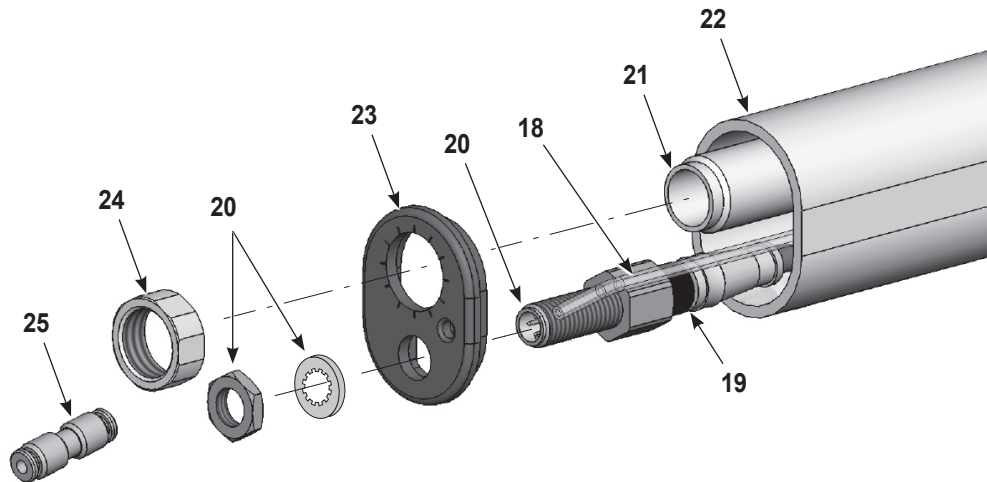

Abbildung 17 Zerlegung des Applikators für Rohrmontage (1 von 5)
2. Siehe Abbildung 17. Die Verschraubung (25) vom transparenten 4-mm-Luftschlauch (18) trennen.
3. Das Applikatorkabel (nicht abgebildet) von der Kabelbuchse (20) abnehmen.
4. Die Klemmrohmmutter (24) vom Klemmrohr (21) losschrauben.
5. Mutter und Sicherungsring aus der Kabelbuchse (20) entfernen. Mutter und Sicherungsring zur Wiederverwendung aufheben.
6. Die Abschlusskappe (23) vom Ende des Applikators abziehen.
9. Siehe Abbildung 17. Das Verlängerungskabel (19) an die Buchse (20) in der Abschlusskappe (23) anschließen.
11. Die Abschlusskappe am Montagerohr anbringen, dabei das Klemmrohr (21) und den transparenten 4-mm-Schlauch (18) durch die Abschlusskappe führen.
12. Die Kabelbuchse (20) mit Sicherungsring und Mutter an der Abschlusskappe befestigen.
13. Die Klemmrohmmutter (24) auf das Klemmrohr schrauben und sicher festziehen.
14. Die Verschraubung (25) an den transparenten 4-mm-Schlauch installieren.